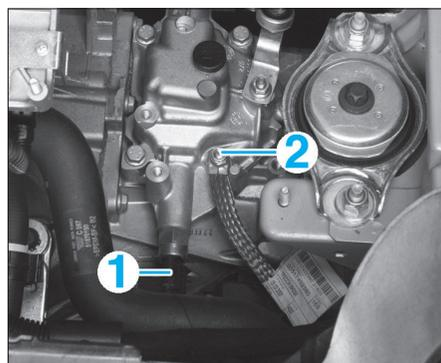

FIG. 2
- Débrancher le contacteur de marche arrière (1) (Fig.2) et le câble de masse (2).